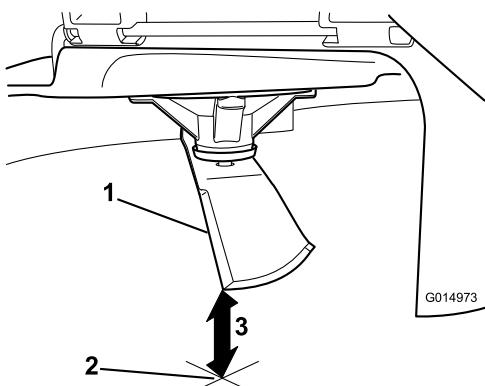

Figure 91
- Mesurez la distance entre la pointe de la lame et la surface plane (Figure 91).